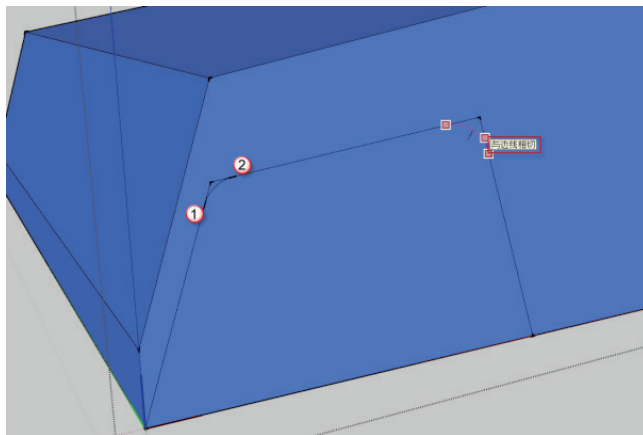

图 2.12 绘制圆弧
(2) 绘制圆弧。按 A 快捷键发出“圆弧”命令，以相邻两直线上任意两点为圆弧的起点和终点绘制圆弧，将圆弧凸起部分达到“与边线相切”即可，如图 2.12 所示。